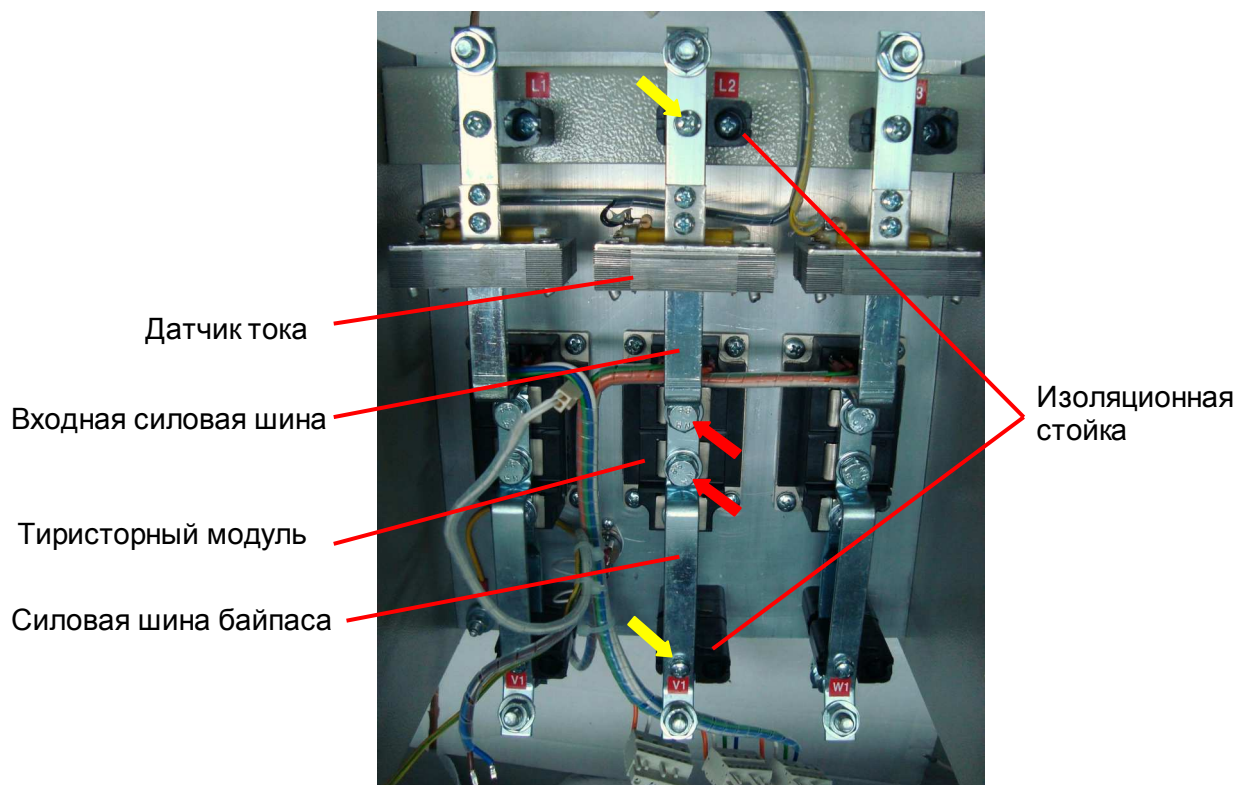

Рис. 6.14
6.8.2. Выкрутить два болта крепления силовых шин к тиристорному модулю (рис. 6.14, красные стрелки). Положить болты в тару.
6.8.3. Выкрутить два винта крепления силовых шин к изоляционным стойкам (рис. 6.14, желтые стрелки). Положить винты в тару.
6.8.4. Демонтировать обе силовые шины (рис. 6.14) и положить их в тару.